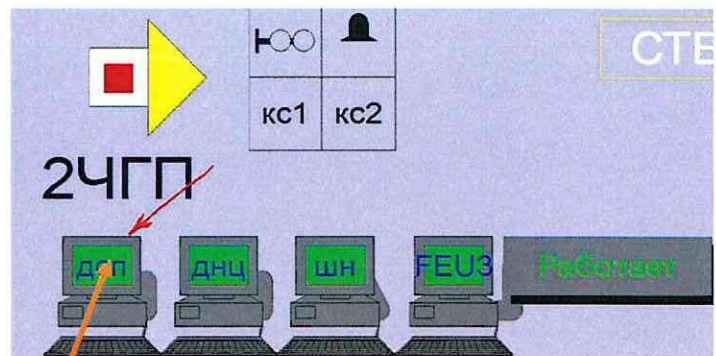

Рисунок 5. Окно входа в Windows.
7.2.3 ДСП включает системный блок резервного АРМ ДСП, входит в операционную систему Windows (Рисунок 5), регистрируется на рабочем месте, переходит на управление станцией с резервного АРМ ДСП.